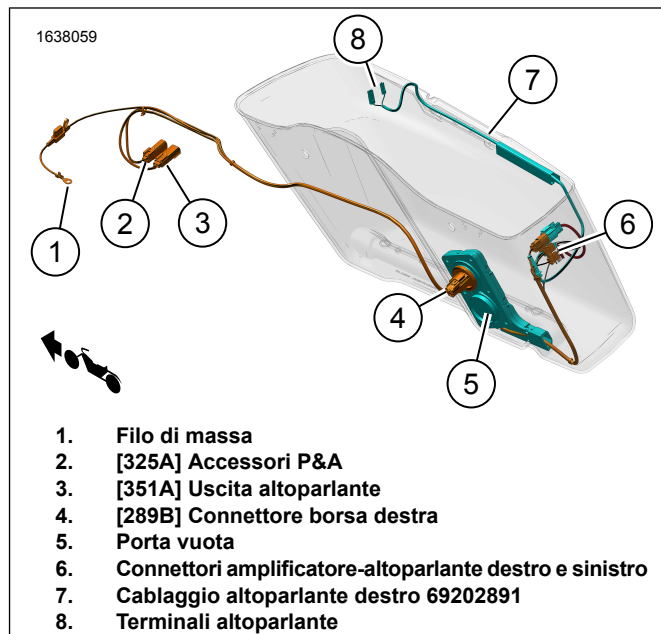

Figura 5. Disposizione del cablaggio della borsa destra
- g. Far passare il cablaggio (5) attraverso il foro dell'occhiello.
- h. Installare l'occhiello (3) sul cablaggio (5).
- i. Regolare l'occhiello (3) secondo necessità e installarlo nella borsa.
13. Vedere la figura 5. Installare il cablaggio dell'altoparlante destro.
- b. Vedere la figura 5. Ruotare il cablaggio (7) come mostrato.